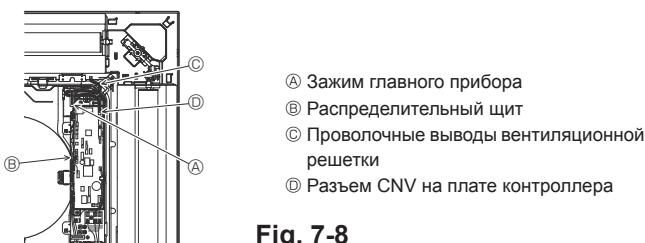

Fig. 7-8
7.4.4. Соединение проводов (Fig. 7-8)